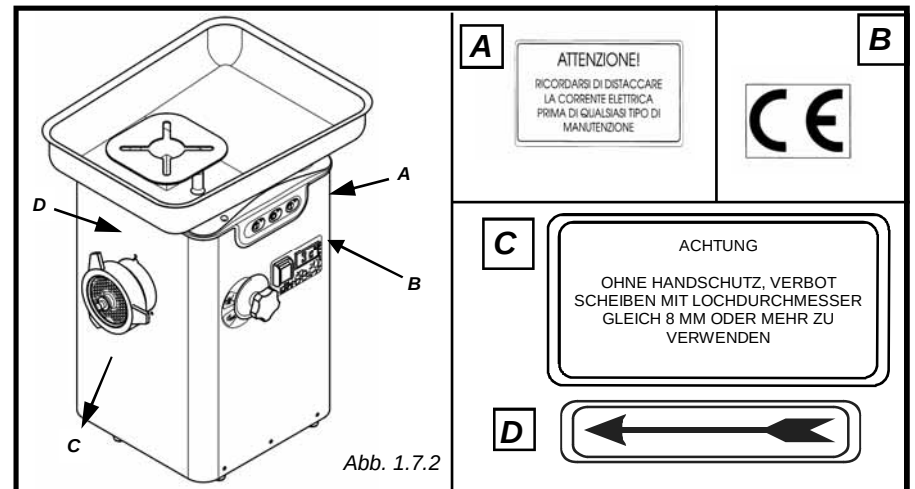

Abb. 1.7.2
Die Schnecke muss in Pfeilrichtung drehen ("D" Abb. 1.7.2), im Gegenuhrzeigersinn. Ist die Drehrichtung falsch, muss die Maschine sofort ausgeschaltet und unsere nächstgelegene Verkaufsstelle angerufen werden.
1.7.1 - Hinweis- und Gefahrenschilder (Abb. 1.7.2)